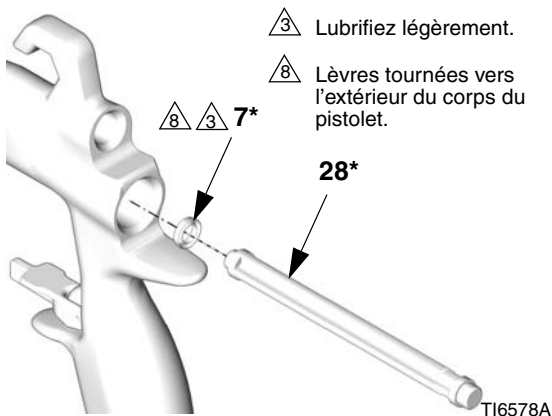

FIG. 41
3. Placez le joint en U neuf (7*) sur l'instrument de montage des joints (28*), avec les lèvres du joint en U tournées vers l'instrument comme indiqué sur la FIG. 41. Poussez le joint en U dans la partie arrière du pistolet jusqu'à ce que vous sentez un déclic.